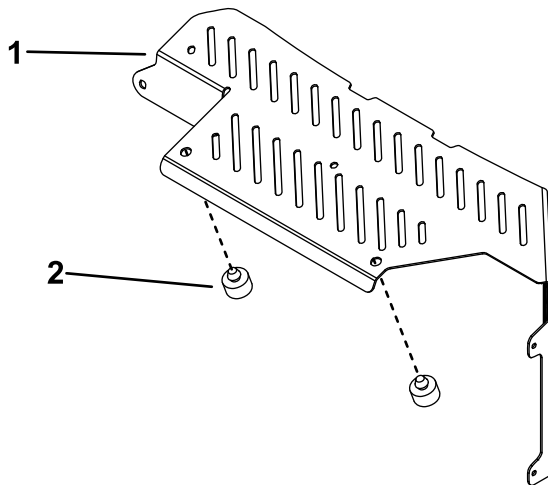

Figura 8
2. Instale los dos topes en el protector térmico (Figura 8).